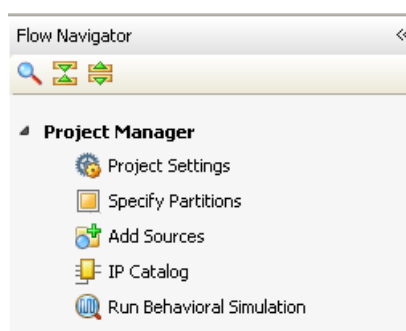

図 13-2 : 合成およびインプリメンテーションでのパーティションの設定
1. Flow Navigator の [Project Manager] → [Specify Partitions] をクリックします (図 13-2)。これにより、[Specify Partitions] ダイアログ ボックスが開きます。